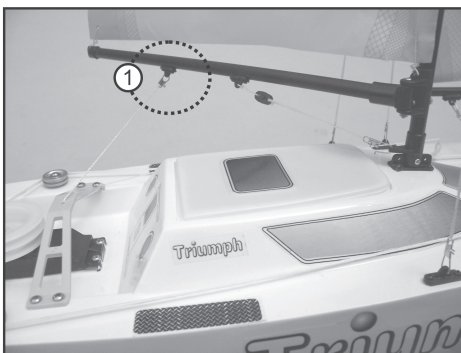

Figure 7
Pour pouvoir piloter le réglage angulaire de la grand-voile, la « bôme » doit être également reliée, comme illustré sur la figure 7, pos. 1, avec la ligne de commande du treuil de voiles.